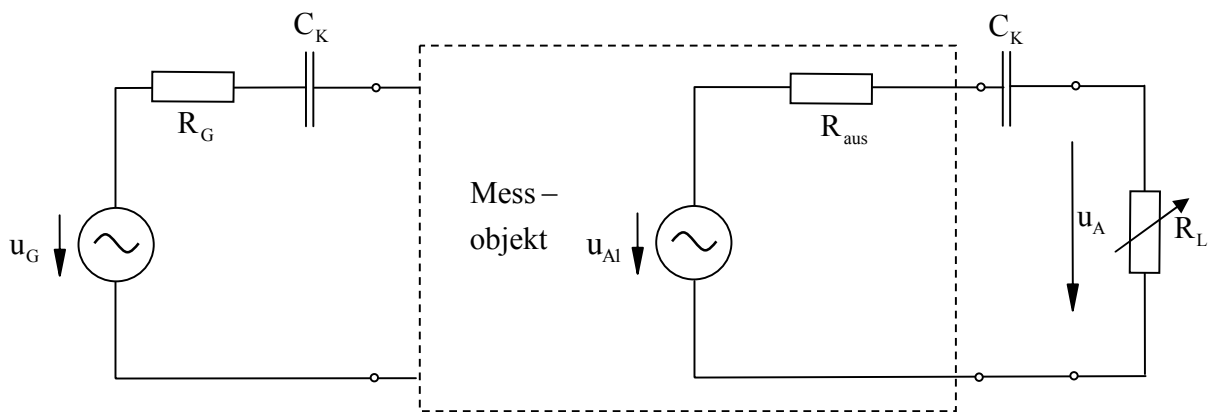

Bild 6
Entsprechend 2.4.2 kann gemäß Bild 6 der Ausgangswiderstand über die Messung der Ausgangsspannung bestimmt werden.
- 3.7 Messen Sie den Ausgangswiderstand R_{aus} nach Teil 2.4.3 Bild 6. Als R_L dient die Widerstandsdekade.